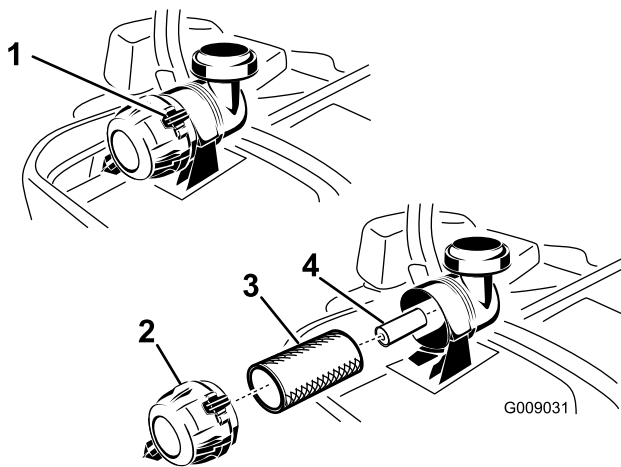

Bild 50
3. Üben Sie Druck aus, um die Riegel am Luftfilter zu lösen, und ziehen Sie die Abdeckung vom Gehäuse ab (Bild 50).
5. Schieben Sie den Hauptfilter vorsichtig aus dem Luftfiltergehäuse heraus (Bild 50). Vermeiden Sie ein Anstoßen des Filters an der Seite des Gehäuses.
- Setzen Sie die Luftfilterabdeckung auf (Entlüfterdeckel nach unten) und drehen sie so, dass die Riegel in der Abdeckung einrasten (Bild 50).
- Reinigen Sie den Papierfilter nicht sondern tauschen Sie ihn aus (Bild 50).
- Wenn Sie den sekundären Luftfilter austauschen, schieben Sie ihn vorsichtig in das Filtergehäuse ein (Bild 50).
- Schieben Sie den Hauptfilter vorsichtig auf den sekundären Filter (Bild 50). Stellen Sie sicher, dass dieser einwandfrei einliegt, indem Sie beim Einbauen auf den äußeren Rand des Filters drücken.